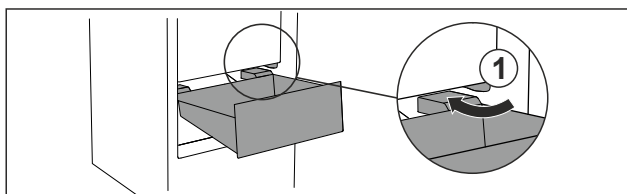

Fig. 92
- ▶ Обойдите стопор Fig. 92 (1) выдвижного ящика под наклоном.